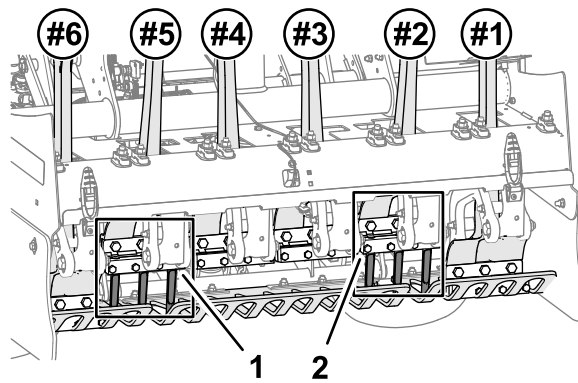
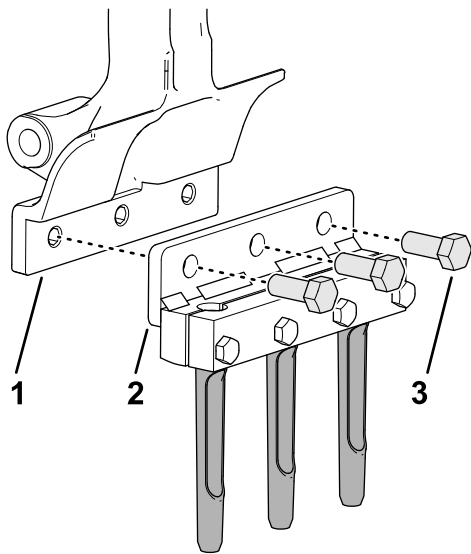

图 42
图 43
1. 用 3 个螺栓 1/2 x 1-1/4 英寸将打孔针夹头和打孔针松松地组装到 2 号打孔针臂图 42和图 43。